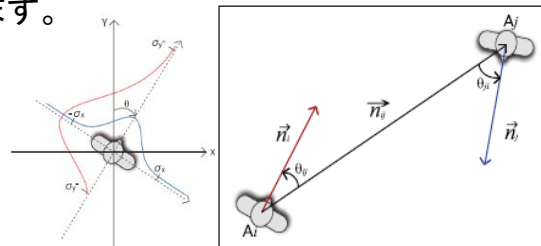

図1 個人空間モデルと互いの視線の方向性
- 前面の空間を他の面より広くとる(図1左)
- 視線の方向性: 知り合い、話し合いたいときは θ の角度が小さくなる(図1右: 矢印の視線方向と対人の角度)